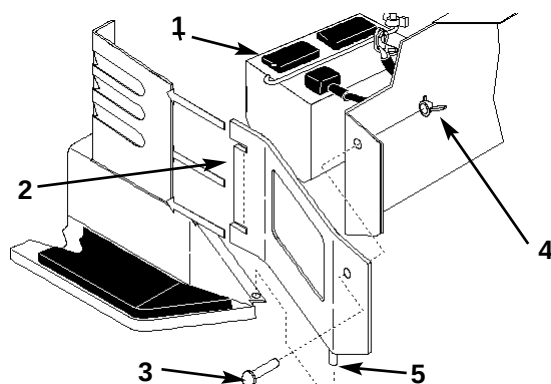

Figure 38
10. Au moyen du boulon et de l'écrou papillon, brancher le câble négatif (noir) à la borne négative (-) de la batterie (Fig. 38).